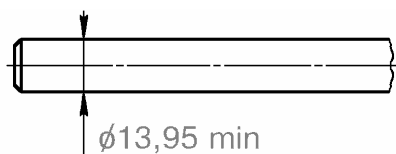

Рис.52. Штоки вилок переключения передач - 2101-1702060, 2101-1702071, 2101-1702082-10, 2107-1702060, 2107-1702071, 2107-1702082.
4.2.22 Штоки вилок переключения передач, рис.52: